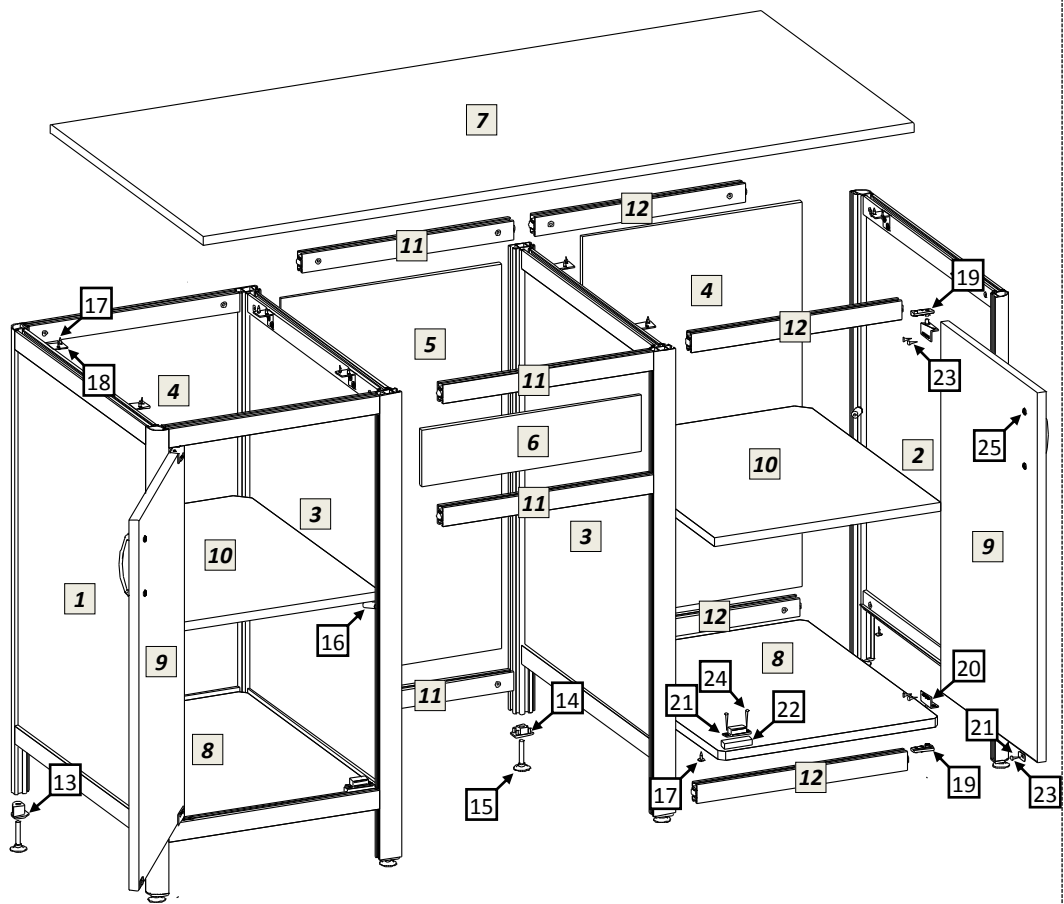

рис.1
- 5.1 Распаковав стол, внимательно ознакомьтесь со схемой сборки, изображённой на рис.1. Согласно позициям на схеме и комплектовочной ведомости определите расположение деталей в изделии и порядок их сборки. Сборка производится на ровном полу, укрытом материалом, предотвращающим повреждение покрытия пола и деталей мебели. Подготовьте необходимые для сборки инструменты – плоскую и крестовую отвёртки, молоток, рулетку или линейку, гаечный ключ 12мм для регулировки опор, шуруповёрт.